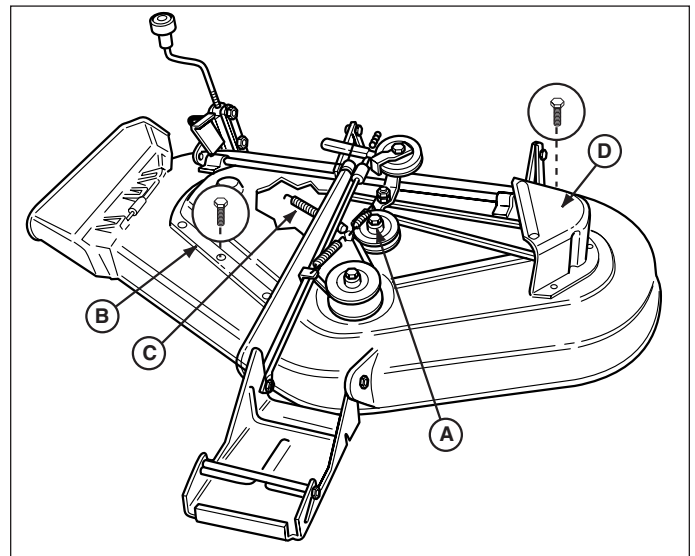

Figure 54. Tondeuse
4. Voir la Figure 54. Retirer les trois boulons de fixation du carter d'arbre de gauche (D).
7. Voir la Figure 54. Remettre le carter d'arbre gauche (D) en place. Si la tondeuse a été déposée du tracteur, la réinstaller.